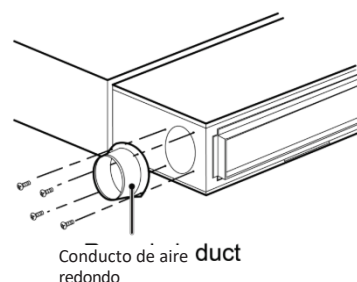

Fig. 4.26
- Instale una brida circular para facilitar la conexión del conducto de aire fresco; véase la fig. 4.26.